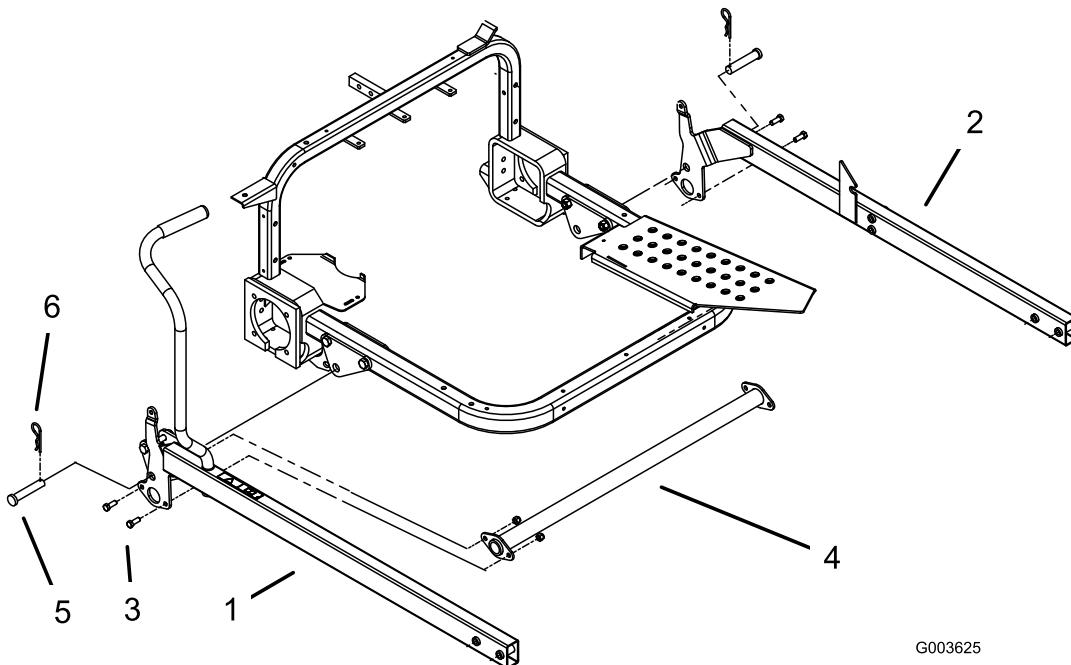

Figure 23
1. Positionner les bras de levage de sorte à aligner le trou dans chaque support de bras et les trous dans les supports de montage (Figure 23).
2. Fixez le bras de levage droit au support de montage au moyen d'un axe de chape et d'une goupille fendue (Figure 23).
3. Fixez légèrement un bout du tube de torsion au bras de levage droit au moyen de 2 boulons ($\frac{3}{8}$ " x 1") et contre-écrous ($\frac{3}{8}$ ") ; voir Figure 23.
4. Fixez le bras de levage gauche au support de montage au moyen d'un axe de chape et d'une goupille fendue (Figure 23).
5. Fixez légèrement l'autre bout du tube de torsion au bras de levage gauche au moyen de 2 boulons ($\frac{3}{8}$ " x 1") et contre-écrous ($\frac{3}{8}$ ") ; voir Figure 23.
4. Serrez les boulons et contre-écrous qui fixent les extrémités des tubes de torsion aux bras de levage (Figure 23).